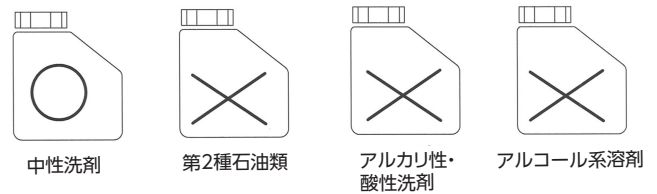

図4-1 洗浄剤の例
- ・ガソリン・灯油・IPA（イソプロピルアルコール）・中性洗剤以外の洗浄剤（クレンザーなど）を使用すると、塗装のはがれ・キズの原因になります。（図4-1参照）